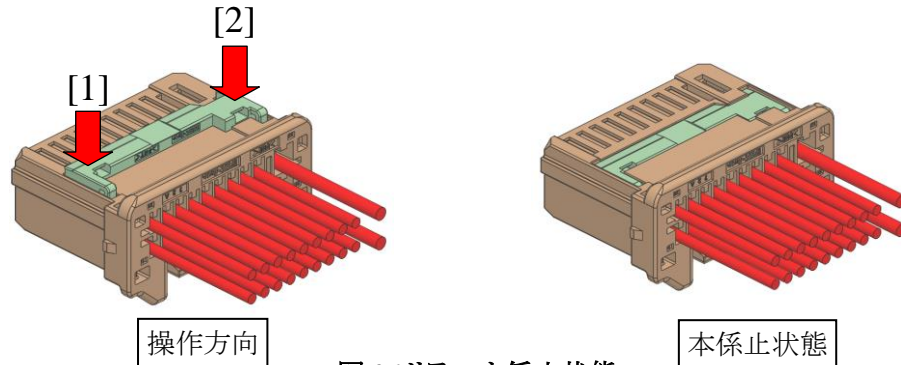

図 26.リテーナ係止状態
- ②端子挿入作業が完了した後、メスハウジングに対して垂直にリテーナを図 26 の[1]⇒[2]の順にカチッと音がするまで押し込んでください。(約 20N の力で入ります。)
- ③リテーナがメスハウジング底面から飛び出していないことを確認して下さい。